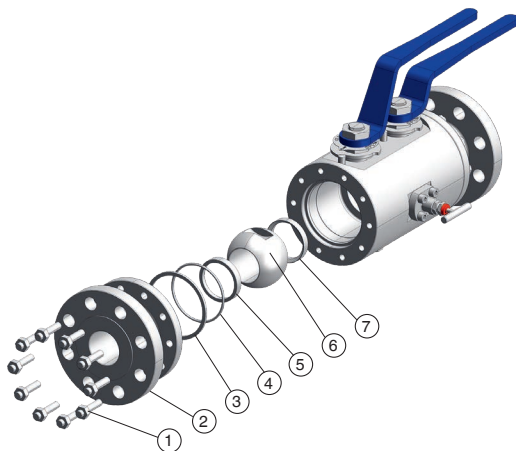

Abb. 1 - Ersetzen von Dichtringen und Kugelsitzen
1. Den Kugelsitz (Abb. 1, 7) in den Bereich des Ventilgehäusesitzes einführen.
7. Die Kugel (Abb. 1, 6) in geschlossener Stellung einführen, sodass sie in der korrekten Position unter dem Schaft bleibt, ohne hineinzufallen.
8. Den Dichtring (Abb. 1, 3) auf dem Verschleißanschluss (Abb. 1, 2) positionieren.
9. Den O-Ring (Abb. 1, 4) auf dem Verschleißanschluss (Abb. 1, 2) positionieren.
11. Den Kugelsitz (Abb. 1, 5) in die Nut des Verschleißanschlusses (Abb. 1, 2) einführen.
12. Die Kugel (Abb. 1, 7) in geschlossener Stellung halten und den Verschleißanschluss (Abb. 1, 2) auf dem Ventilgehäuse positionieren.
13. Die Gewindebolzen und Muttern (Abb. 1, 1) anziehen.